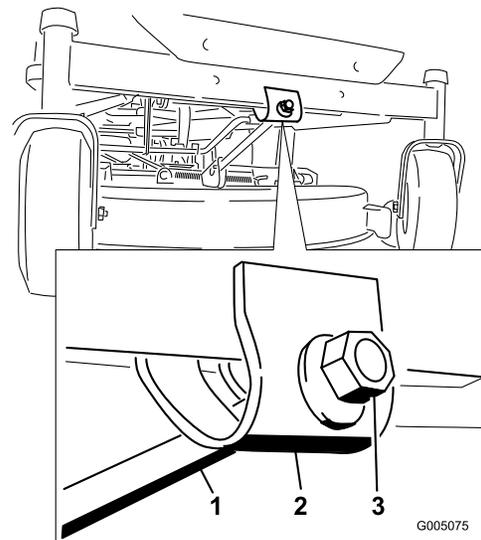

Figura 45
7. Para ajustar la inclinación longitudinal, gire la tuerca de ajuste de la parte delantera del cortacésped (Figura 45).